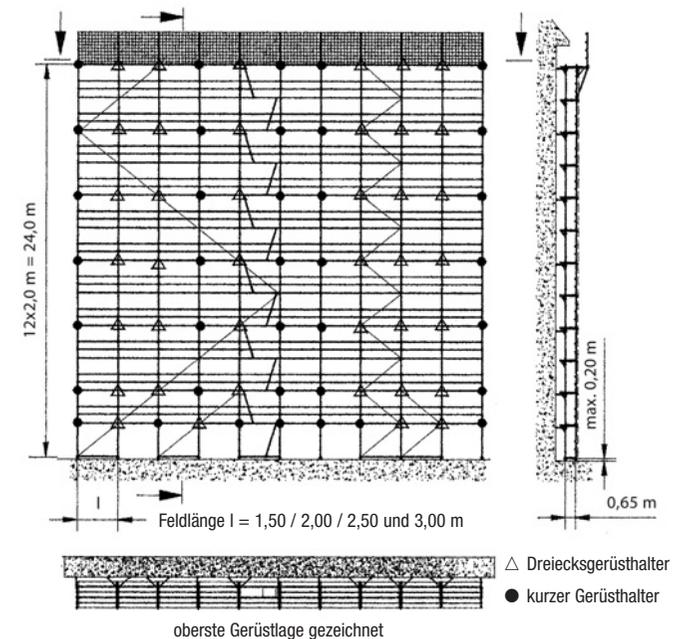

Bild 26
**Hinweis:** weiterer Aufbau wie in Bild 26 dargestellt und auf Seite 33 beschrieben